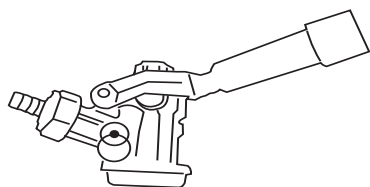

Figure 7
- Insérez le tirant du baril fourni dans le col à verrouillage du baril à bière et tournez-le dans le sens des aiguilles d'une montre pour le verrouiller en place, en vous assurant qu'il est sur la position fermée. **(Se reporter à la figure 7).**